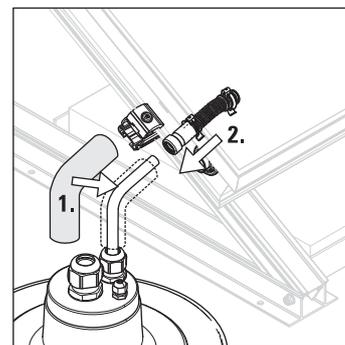

Fig. 3-26 Enfoncez les accessoires de raccord sur les connexions
6. Glissez la gaine d'isolation thermique refoulée (HT-Armaflex) sur les accessoires de raccord (étape 1 dans la fig. 3-26).
7. Fichez les raccords enclenchables des coudes de raccordement de capteur sur la conduite d'alimentation (en haut du capteur / VA 15 Solar) et de retour (en bas du capteur / VA 18 Solar) (étape 2 sur la fig. 3-26).